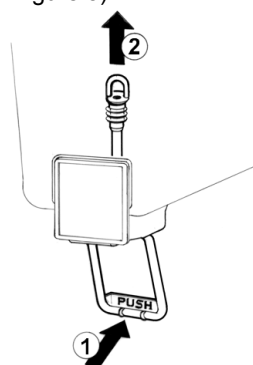

figure 3
5 **Robinet avec tube en caoutchouc:** pousser (1) le levier de débit robinet et défiler (2) le tuyau robinet de son siège sur le fond du réservoir (voir figure 3).